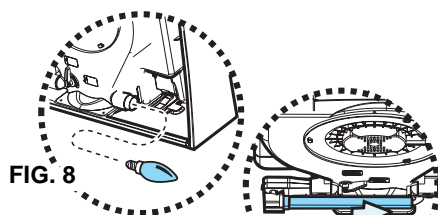

FIG. 8
3. Remplacez l'ampoule grillée. Utilisez exclusivement des ampoules de 40W max E14 (Fig. 8) ou des ampoules PL de 11W (Fig. 9).